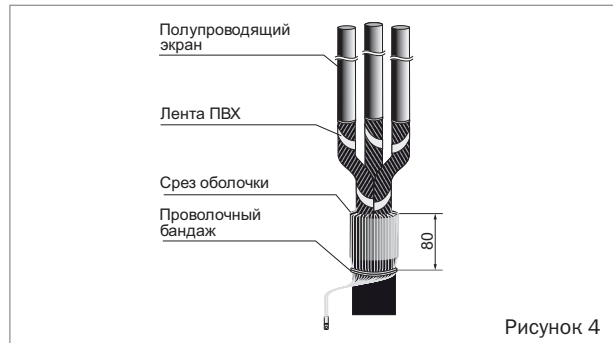

Рисунок 4
- Собрать проволоки экрана, заплести их в косичку и оконцевать наконечником (рисунок 4).